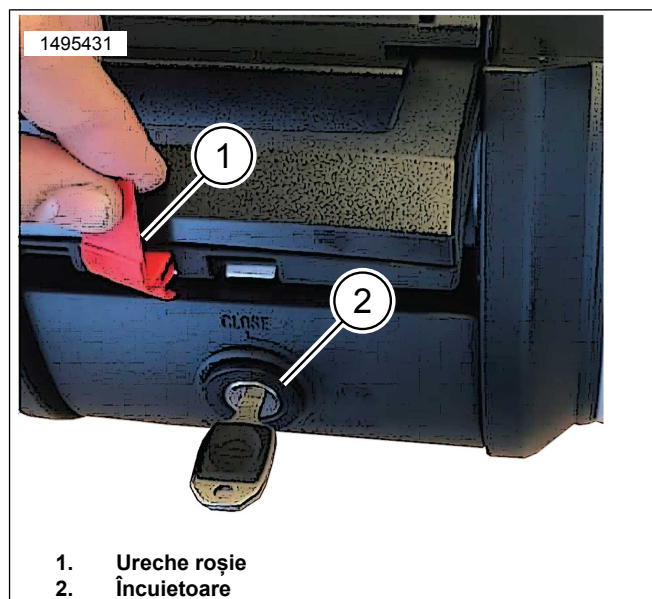

Figura 12. Mâner casetă superioară
7. A se vedea figura 12. Eliminați urechea roșie (1).